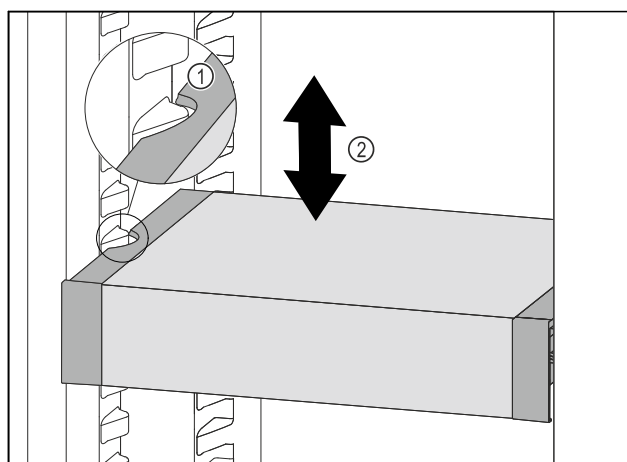

Fig. 88
- VarioSafe w chłodziarce przesunąć w górę lub w dół, aż zostanie osiągnięta żądana wysokość. Fig. 88 (2)